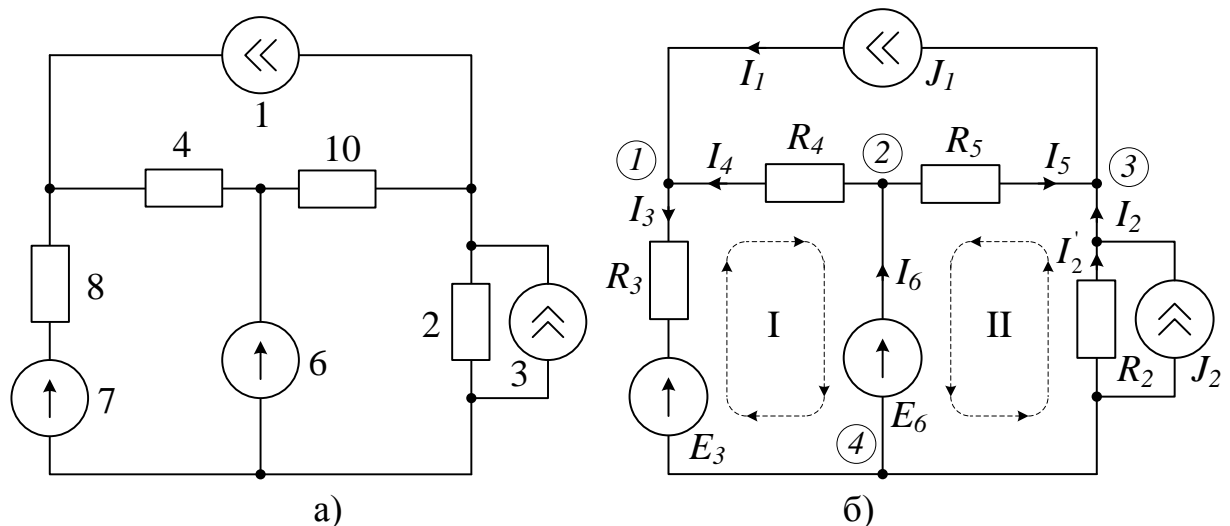

Рис.1.6
*Пример 1.2.* Записать уравнения методом токов ветвей и рассчитать цепь, схема которой представлена на рис.1.6,а.
Обозначим узлы и пронумеруем элементы в ветвях схемы (рис. 1.6,б), зададим произвольно направления токов в ветвях. Выберем контуры и зададим произвольно направление их обхода (по или против часовой стрелки).